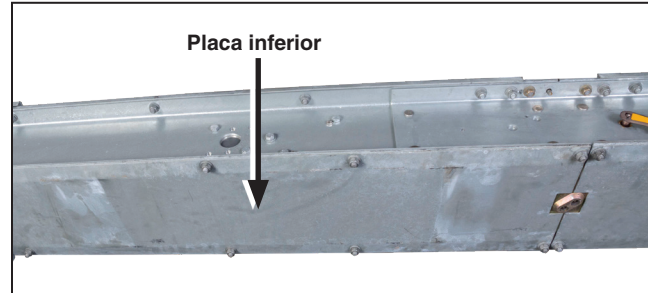

Figura 7. Remova as placas inferiores da base de alta velocidade.
PASSO 1. Afrouxe os parafusos em aço galvanizado de $\frac{1}{2}$ — $13 \times 1\frac{1}{4}$ polegada, arruelas lisas e porcas, usadas para fixar as placas inferiores à parte de baixo da base de alta velocidade. Remova as placas e guarde-as juntamente com as demais ferragens em um local limpo. Ver Figura 7.